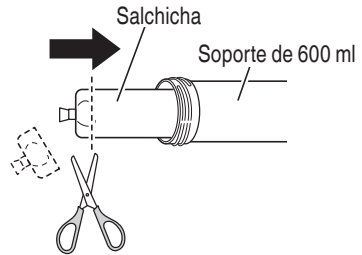

Fig. 21
- (2) Coloque la salchicha en el soporte de 600 ml y corte la parte cerrada de la punta. (Fig. 21)